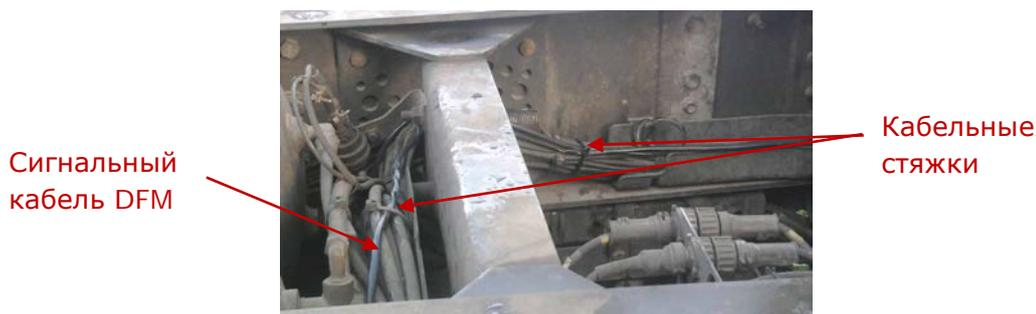

Рисунок 23 — Укладка сигнального кабеля DFM
- 4) Сигнальный кабель DFM **настоятельно рекомендуется** укладывать в местах штатной электропроводки ТС, при положительной температуре окружающего воздуха, с обязательной фиксацией кабельными стяжками каждые 50 см (см. рисунок 23).